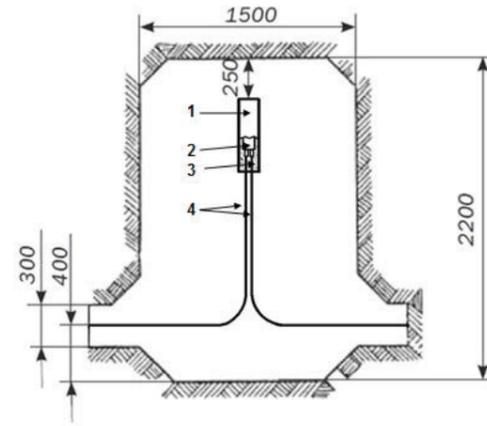

Рис. 4.10. Укладка кабелей и в муфты в котловане:
4.16. Производят выкладку кабеля и укладку смонтированной муфты в котловане (Рис. 4.10).